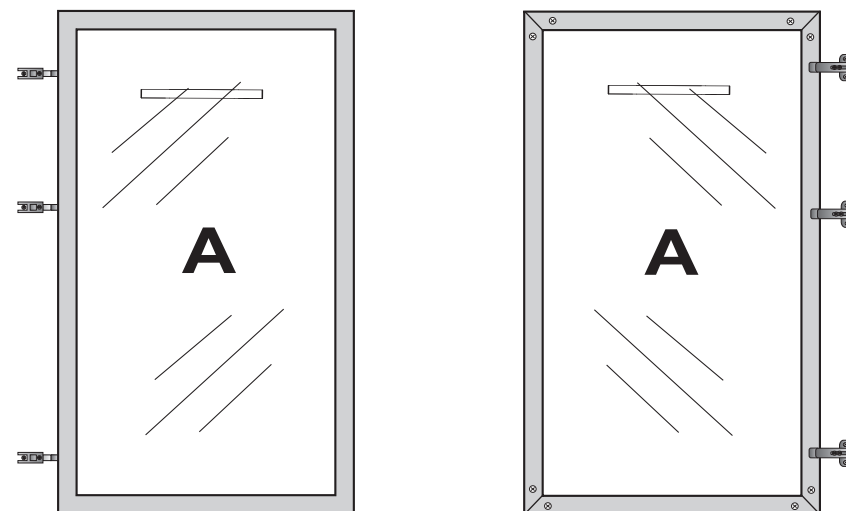
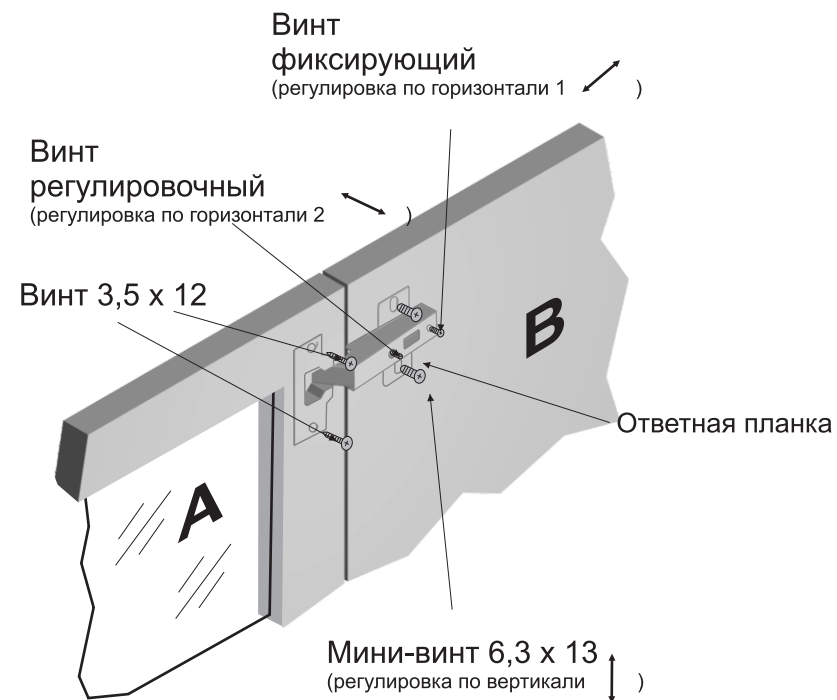

Рис.1
Рис.2
Сборка производится согласно Рис. 1
Прикрутите ответные планки к боковинам В, используя мини винты (7). Прикрепите шарниры к дверям А винтами (4) (См. Рис. 1 - 2). Прикрепите двери с шарнирами к ответным планкам, используя фиксирующие и регулировочные винты (См Рис. 2). Отрегулируйте положение дверей по горизонтали и вертикали, с помощью регулировочных и фиксирующих винтов (См. Рис. 2). Используя подкладки для ручек (3) прикрепите ручки (1) к дверям А винтами (2).